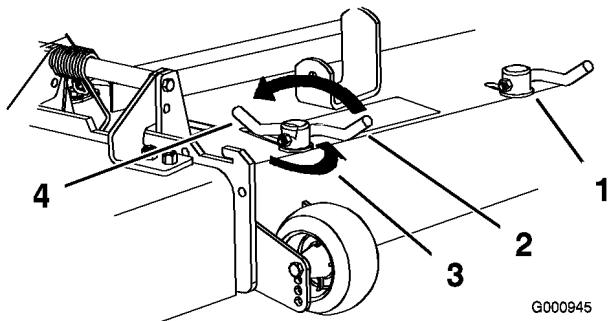

Figura 24
3. Para ajustar los bloques de leva, levante la palanca para aflojar el bloqueo de leva (Figura 24).
5. Devuelva la palanca a su posición original para apretar el deflector y los bloques de leva (Figura 24).